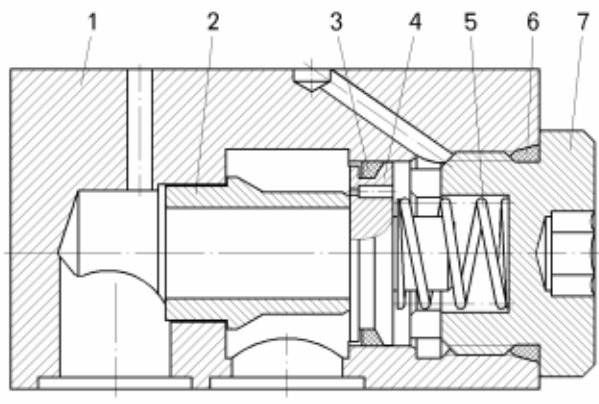

Рисунок 17.8 – Предохранительный клапан:
- отвернуть крышку 7 (рисунок 17.8);